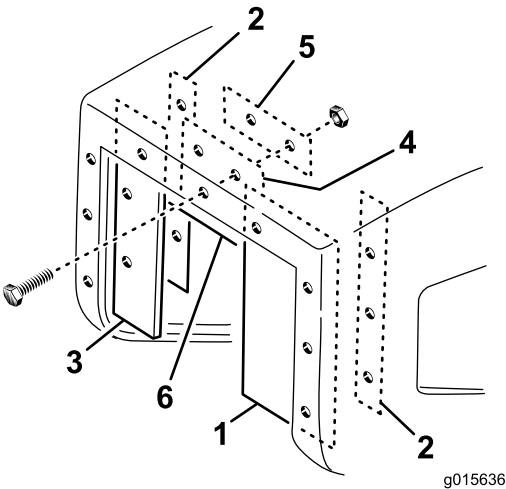

Figura 23
1. Sujete el protector ancho al borde derecho interno de la apertura de la tolva con una arandela larga, 3 tornillos (N° 10 x 1") y tuercas con arandela prensada (N° 10), como se muestra en Figura 23.
2. Sujete el protector estrecho al borde izquierdo interno de la apertura de la tolva con una arandela larga, 3 tornillos (N° 10 x 1") y tuercas con arandela prensada (N° 10), como se muestra en Figura 23.
4. Sujete el protector superior al borde superior interno de la apertura de la tolva con una arandela corta, 2 tornillos (N° 10 x 1") y 2 tuercas con arandela prensada (N° 10-24), como se muestra en Figura 23.